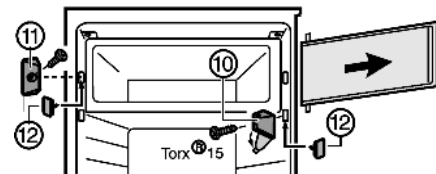

Fig. 6*
- ▶ Togliere il coperchio nel blocco di supporto Fig. 6 (10).*
- ▶ Svitare il blocco di supporto Fig. 6 (10) con la porta dello scomparto.*
- ▶ Svitare l'elemento di chiusura Fig. 6 (11).*
- ▶ Chiudere i fori ora liberi con i tappi Fig. 6 (12) in dotazione.*